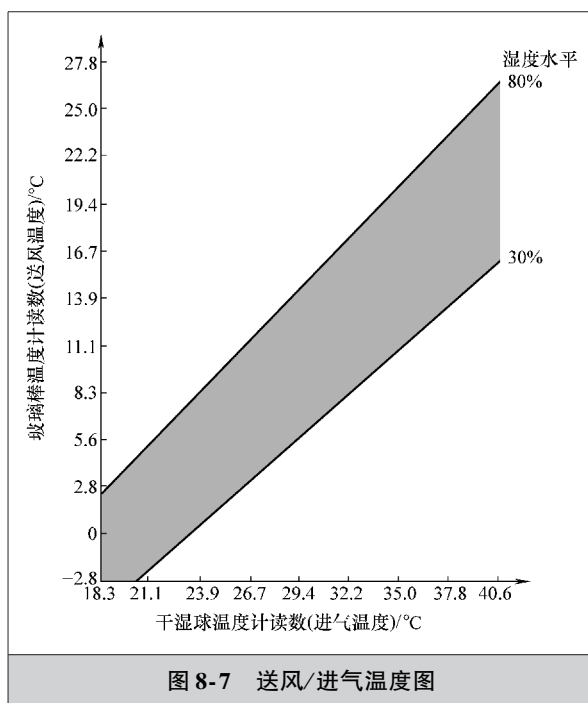

图 8-7 送风/进气温度图
4) 记录送风/进气温度，并对照送风/进气温度图进行评价，如图 8-7 所示。送风温度与进气温度在阴影区域交叉为正常，若超出此区域说明制冷性能不良，应进一步检测。